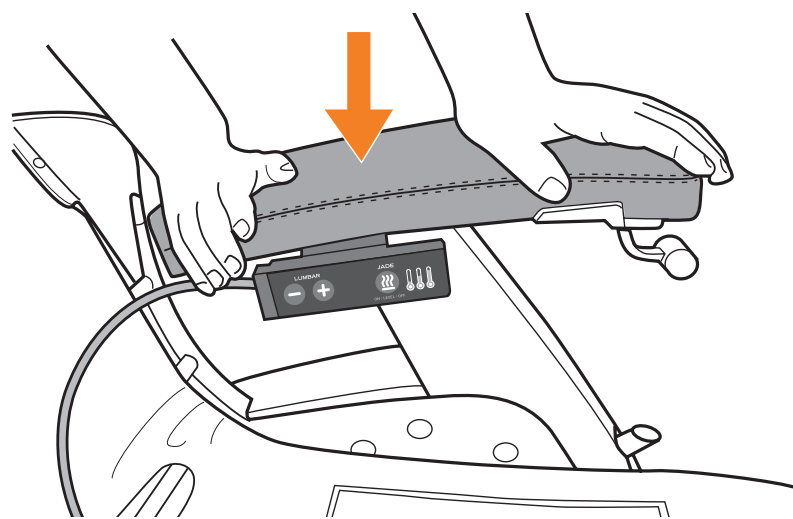

Fig.15
3. Mientras mantiene la base firmemente en su lugar, coloque la cubierta del apoyabrazos en posición y presione con firmeza hacia abajo (Fig.15).